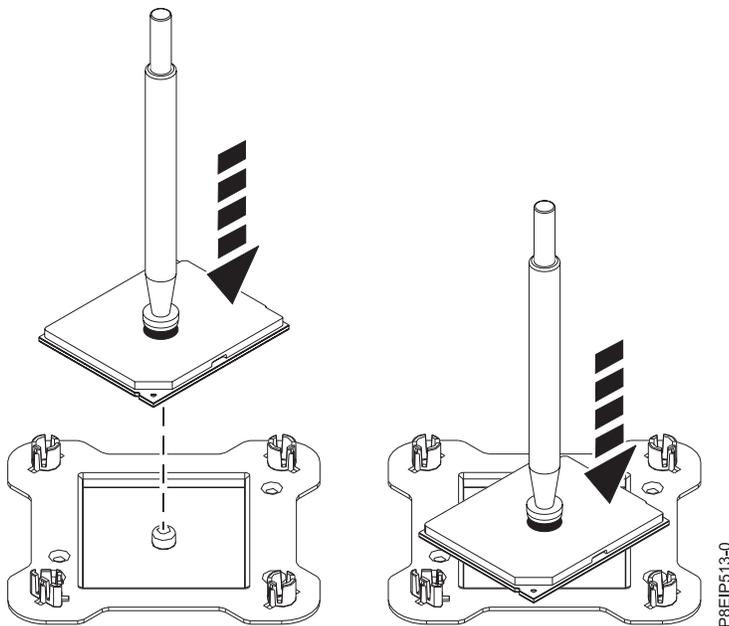

Abbildung 67. Prozessor um 45 Grad gedreht auf der oberen Abdeckung der Verpackung platzieren
9. Halten Sie den Vakuumstift und heben Sie den Stift und das Systemprozessormodul vom Socket. Platzieren Sie sie um 45 Grad gedreht auf der oberen Abdeckung der Verpackung des Systemprozessormoduls (siehe Abb. 67). Wenn Sie das Systemprozessormodul um 45 Grad gedreht auf der oberen Abdeckung der Verpackung des Systemprozessormoduls platzieren, ist es nach Austausch des Systemprozessormoduls einfacher, den Stift und das Modul wieder aufzunehmen und in der Verpackung zu platzieren.